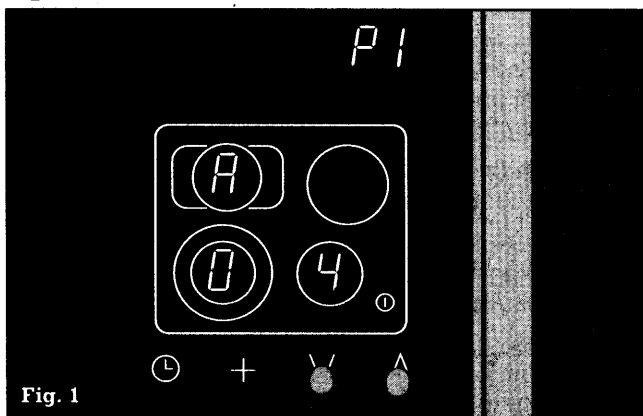

Fig. 1
- Når kogefeltet er tændt, berøres symbolerne **V** og **A**. Der høres et akustisk signal. Hold fingrene i nogle sekunder på symbolerne, indtil der høres et andet akustisk signal og der lyser **P1** i timer-displayet. Tag fingrene fra symbolerne. I kogezone-displayet vises **A04**, d.v.s. en opkogningstid på 4 minutter er blevet indstillet (fig. 1).